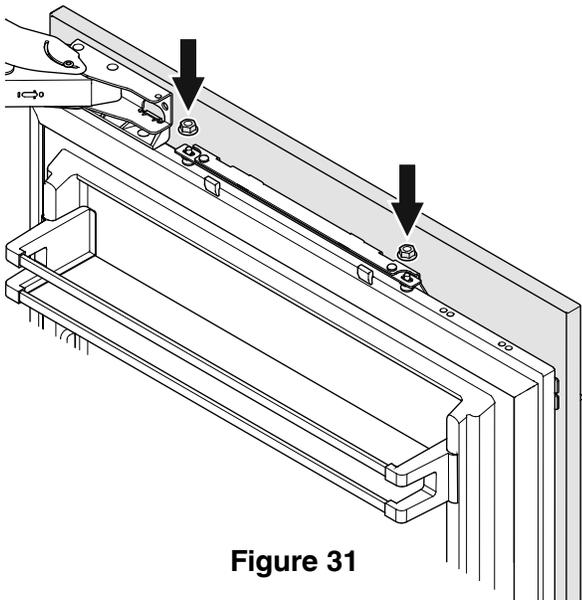

Figure 31
2. Ouvrir la porte du réfrigérateur et suspendre le panneau sur les boulons d'ajustement supérieurs (**Figure 31**).
3. Visser les écrous hexagonaux sur les boulons d'ajustement et les serrer à la main provisoirement (**Figure 31**).